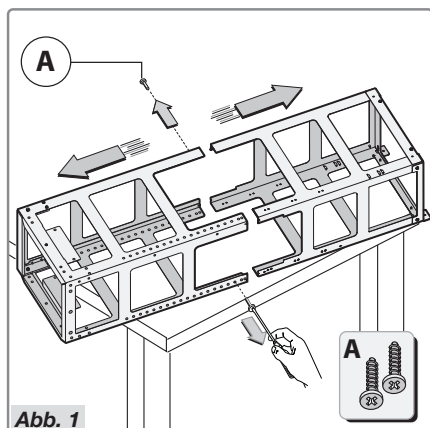

Abb. 1
- Packen Sie den Rahmen aus und entfernen Sie die zwei Schrauben A, um den oberen vom unteren Teil abzunehmen (Abb. 1).